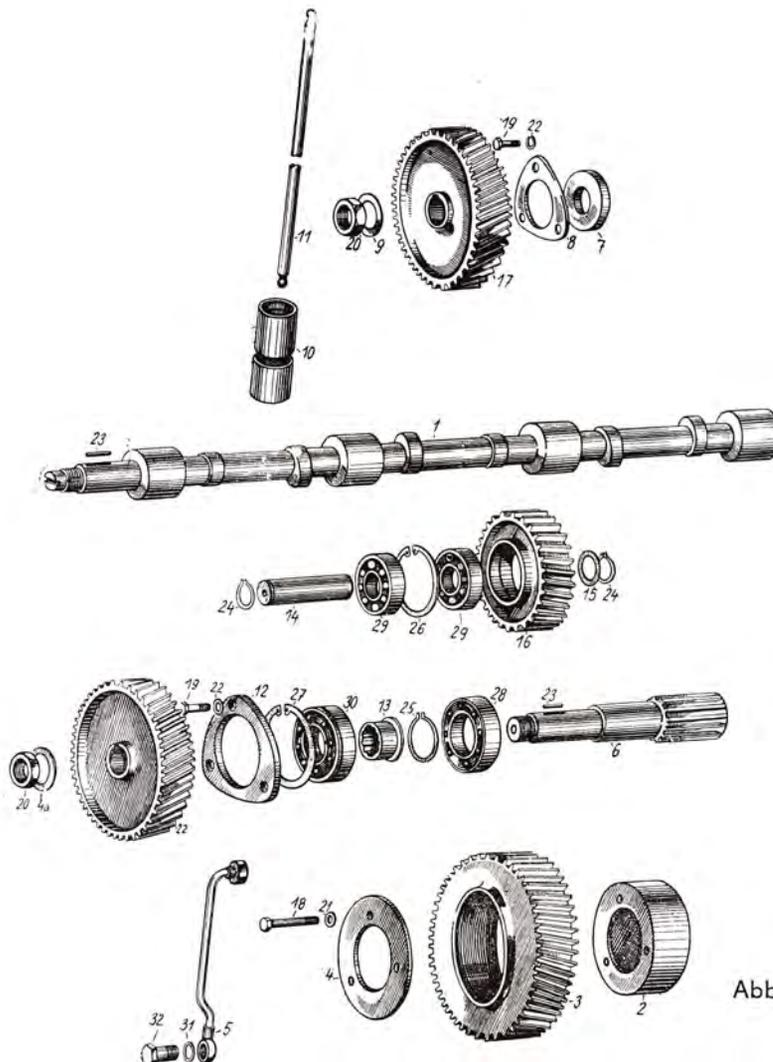

Abb. 52
Das Steuerungsrad ist auf der Nockenwelle mittels einer Feder gelagert und mit einer Gegenmutter (Abb. 52/20) gesichert. Die Nockenwelle ist gegen Herausschieben durch eine Beilageplatte (Abb. 52/8), mit Schraube (Abb. 52/19) und Unterlagscheibe (Abb. 52/22) gesichert. Auf den Nocken der Nockenwelle sind Ventilstößel (Abb. 52/10) mit Steuerstangen (Abb. 52/11) locker aufgesetzt. Die Steuerstangen der Saugventile haben Ansätze. Das Steuerungsrad (Abb. 52/22) ist auf der Welle des Einspritzpumpenantriebes (Abb. 52/6) mittels einer Feder (Abb. 52/23) gelagert und mit einer Gegenmutter (Abb. 52/20) mit Unterlagscheibe (Abb. 52/4a) gesichert. Die Welle des Einspritzpumpenantriebes ist im Luftverdichtergehäuse in zwei Kugellagern gelagert. Das Lager (Abb. 52/30) des Steuerungsrades ist in einer Buchse (Abb. 52/13) gelagert und axial mittels eines Ringes (Abb. 52/27) und einer Lager-Beilageplatte gesichert (Abb. 52/12), die mit Schrauben (Abb. 52/19) am Kurbelkasten angeschraubt ist.
Das untere Zwischenrad ist auf einem Bolzen (Abb. 52/14) mit zwei Lagern (Abb. 52/29) gelagert. Zwischen den Lagern ist im unteren Zwischenrad ein
Sicherungsring (Abb. 52/26) angeordnet. Der Bolzen des unteren Zwischenrades ist durch zwei Sicherungsringe (Abb. 52/24) gesichert. Das obere Zwischenrad (Abb. 52/3) ist am Bolzen (Abb. 52/2) mit Schrauben (Abb. 52/18) und Beilageplatte (Abb. 52/4) angeschraubt. Zum Bolzen ist vom Motor ein Ölrohr (Abb. 52/5) zugeführt, welches mit einer Hohlschraube (Abb. 52/32) befestigt ist.
a) Abmontierung des oberen Zwischenrades (Abb. 52/3)
Das obere Zwischenrad ist auf dem Bolzen (Abb. 52/2) der Vorderwand des Kurbelgehäuses auf-
montiert. Der Bolzen ist mit dem Rad durch eine Unterlagscheibe (Abb. 52/4) mit Schrauben (Abb. 52/18) gesichert.
1. Die Mutter, welche das Ölrohr (Abb. 52/5) am Motorgehäuse befestigt, ist zu lösen, die Hohl-schraube (Abb. 52/32) abzuschrauben und das Rohr am Zwischenradbolzen abzubiegen.
2. Die Unterlagscheiben sind zu entsichern, drei Schrauben M 8 (Abb. 52/18) auszuschrauben und die Unterlagscheibe, welche das Rad mit Bolzen sichert, ist abzunehmen.
c) Abmontierung des unteren Zwischenrades (Abb. 52/16)
1. Der Sicherungsring (Abb. 52/24) ist zu ent-sichern.